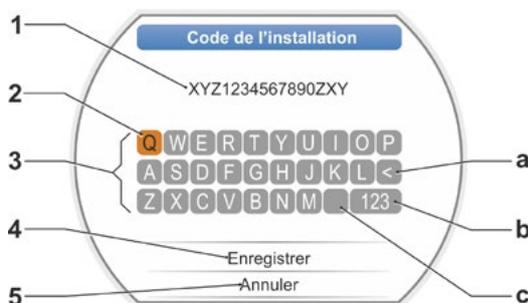

Fig. 2 : entrée du code de l'installation
Si « Code de l'installation » est sélectionné dans le menu « Paramètres spéciaux », l'affichage ci-contre avec le code de l'installation actuel apparaît sur le visuel, Fig. 2, Pos. 1.
1. Tourner le Drive Controller et placer la surbrillance de sélection orange (Fig. 2, Pos. 2) sur le caractère souhaité.
2. Appuyer sur le Drive Controller. Le caractère souhaité est repris dans la ligne (Fig. 2, Pos. 1).
La dernière entrée est corrigée à l'aide de la touche < (Fig. 2, Pos. a)